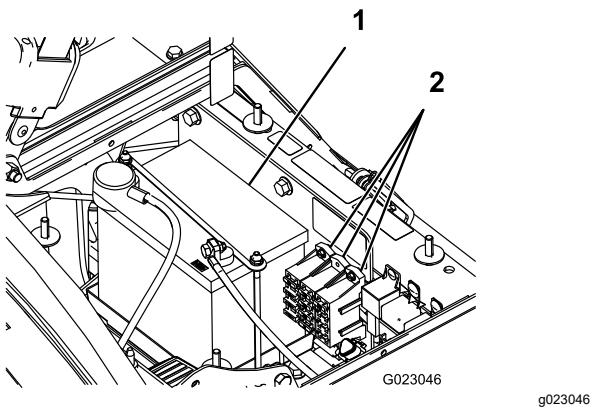

Bild 48
Die Elektroanlage hat zwei Sicherungskästen und einen leeren Schlitz. Sie befinden sich unter dem Sitz (Bild 48).
2. Die Batterie befindet sich an der rechten Seite der Maschine hinter der Pumpe (Bild 48).
- Nehmen Sie den Batteriehalter und die -befestigungen ab (Bild 48).
- Setzen Sie den Batteriehalter auf und befestigen Sie sie mit den drei vorher entfernten Befestigungen (Bild 48).
- Setzen Sie die Batterieabdeckung auf und befestigen Sie sie mit den zwei Handrädern (Bild 48).
- Lösen Sie die Handräder an beiden Seiten des Batteriekastens und nehmen Sie die Batterieabdeckung ab (Bild 48).